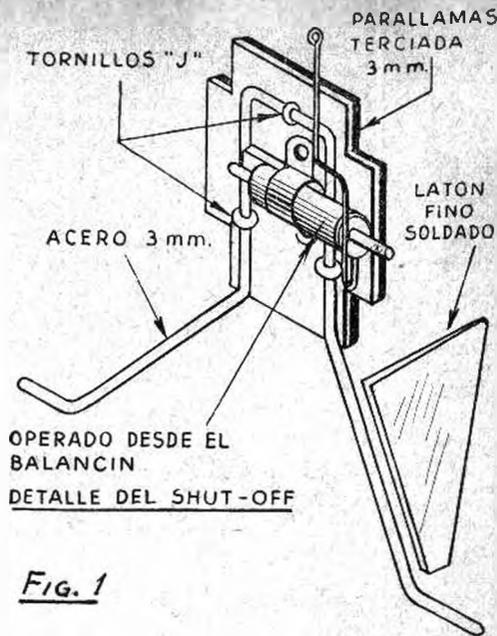

Fig. 1
**Fuselaje:** Recorte los dos costados de una chapa de 3 mm. dura. Recorte los refuerzos de terciada de 1,5 mm. indicados por el área sombreada del plano, y cementelos a los costados del fuselaje. Cemente ahora las bancadas del motor sobre los refuerzos. Mientras estos conjuntos se están secando, recorte el parallamas y las cuadernas de 3 mm. Doble el tren de aterrizaje de alambre de acero de 3 mm. y únalo al parallamas con tornillos "J." (Fig. 1). Cemente una pieza de balsa de 3 mm. entre las patas del tren de aterrizaje, para que sirva de montante al shut-off. Luego sujete éste al parallamas, con una abrazadera hecha de chapa fina de bronce.
fuselaje. El timón va en terciada de 1,5 mm., siendo cementado en la parte superior del estabilizador. Agregue ahora el larguero de 3 por 3 en la parte superior de las cuadernas. Cemente los elevadores a una varilla de pino de 6 x 3 y sujete el asta de control a esta varilla en la posición adecuada con un refuerzo de tela. Una ahora el elevador al estabilizador mediante bisagras de tela. Recorte el soporte del balancin de terciada de 3 mm. para que encaje a través de la abertura en el ala, y atornillelo en su sitio. Asegure el soporte a la bancada del motor con tornillos de madera, haciendo los agujeros correspondientes, para evitar rajar la madera. El alambre conectador se hace de alambre de acero de 1,5 milímetros. La instalación del shut-off va claramente explicada en los planos, debiendo ajustarse para actuar en 1/4 de la posición "hacia abajo" del elevador. (Fig. 1.) Agregue ahora los cables de salida, envolviendo y soldando las conexiones. Una vez que se ha asegurado que los controles operan suavemente, agregue el enchapado de balsa de 1,5 mm.